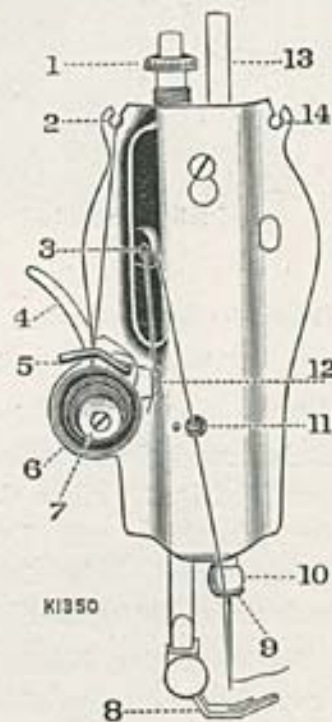
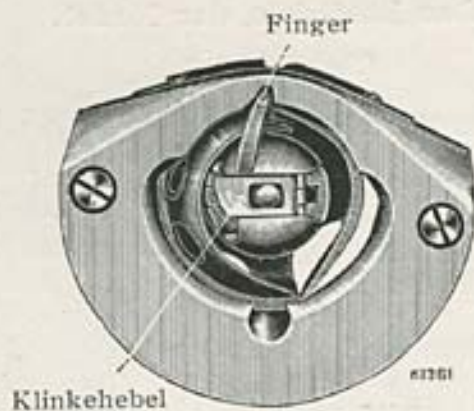

Fig. 3
Fig. 4
(Siehe Fig. 3.)
Man drehe das Schwungrad gegen sich, bis der Fadenanzugshebel seinen höchsten Punkt erreicht hat (3, Fig. 3) ziehe den Schieber der Hauptplatte der Maschine mit Daumen und Zeigefinger der linken Hand, hebe den Klinkehebel (siehe Fig. 4) und ziehe die Spulenhülse heraus.
oben, an der vordern Kante der Frontplatte befindliche Kerbe (14, Fig. 3) dann von unten durch die untere Kerbe (5) der Spulenfadenführung in die Kerbe (2) am oberen Ende der Führung und hierauf von innen durch das links in der Spulenflantsche befindliche Loch, stosse mit der linken Hand festhaltend, die Spule auf die Spindel (1) und während man mit der rechten Hand die kleine Scheibe (6) dreht, bis der Anhaltstift der Spulenspindel in das Loch, rechts, der Spule eingreift. Nun drückt man den Spuler gegen die Schwungradflantsche bis die Klinke einschnappt und ihn nach unten festhält.
Nach dem Einfädeln, nehme man die Hülse an dem Klinkehebel mit Daumen und Zeigefinger der linken Hand und stecke sie auf den Mittelstift des Schiffchenkörpers, mit dem Stellfinger nach oben in den Einschnitt der Schiffchenbahn wie Fig. 4 zeigt; nachher den Klinkehebel los lassen, die Spulenhülse hinein drücken bis der Klinkehebel beim Einschnitt am Ende der Mittelstift aufliegt.
Für gewöhnliche Näharbeiten braucht der Presserdruck selten verändert zu werden. Beim Nähen von feiner Seide oder leicht gewobenen Stoffen wird der Druck verringert durch 2 oder 3 Drehungen nach oben (links) der Knopfschraube (1, Fig. 3). Um den Druck zu verstärken drehe man die Schraube 2 oder 3 Mal nach unten (rechts).
Die Fadenanzugsfeder (12, Fig. 3) ist zerbrochen.
Schlingenbildung des Stiches.—Dies wird durch die Spannungen reguliert (siehe Seite 11). Es ist darauf zu achten dass die Spulenhülse und die Nadel richtig eingefädelt sind und dass der Faden von guter Qualität und entsprechender Stärke für die Nadel ist (siehe das Verzeichnis am Ende des Heftes). Nachsehen ob Feder (12, Fig. 3) nicht gebrochen ist.